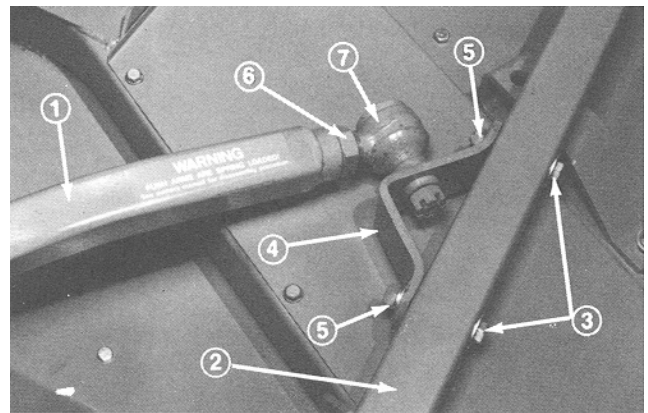

Bild 12
4. Befestigen Sie die Kugelgelenkbefestigung mit 2 Kopschrauben (7/16 x 3 Zoll), einer Flachscheibe (7/16 Zoll) und Muttern (7/16 Zoll) am Laufradarm (Bild 12). Der Kopf der Kopschraube und die große Flachscheibe müssen außen am Laufradarm sein.
5. Ziehen Sie die große Klemmmutter an der Vorderseite des rechten Schubarms fest (Bild 12). Halten Sie beim Anziehen der Klemmmutter das Kugelgelenk gerade, um eine richtige Oszillation beim Anheben und Absenken des Mähwerks zu gewährleisten.